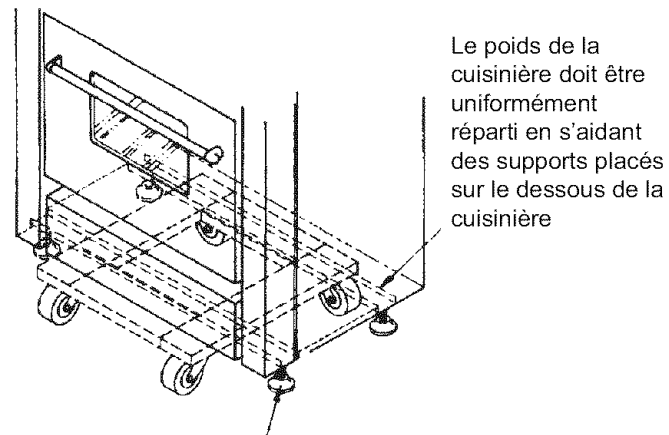

Figure 5 : Emplacement de la plate-forme à roulettes
- En raison du poids de la cuisinière, il convient d'utiliser une plate-forme à roulettes souples pour la déplacer. Le poids doit être uniformément réparti sur la plate-forme (Voir Figure 5).
- Remettez la base au pied. **Il est important que les deux (2) vis qui maintiennent la base soient solidement fixées pour éviter un contact accidentel avec les surfaces chaudes.**